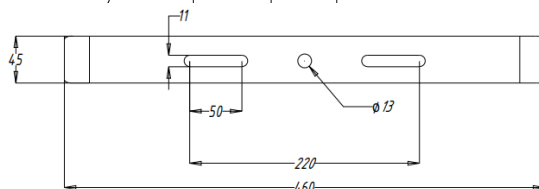

Рис. 1.
6.7.2 Просверлить отверстия под монтаж светильника с учетом карты отверстий крепления потолочного Рис. 1.